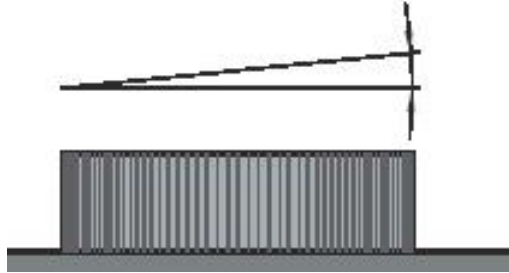

Abb. 10
- **ACHTUNG: Das Pool muss exakt horizontal sein, mit einer maximalen Abweichung von 25 mm über den Pooldurchmesser. (Abb. 10) Ein Pool, das nicht exakt horizontal eingerichtet ist, ist gefährlich und kann einstürzen.**